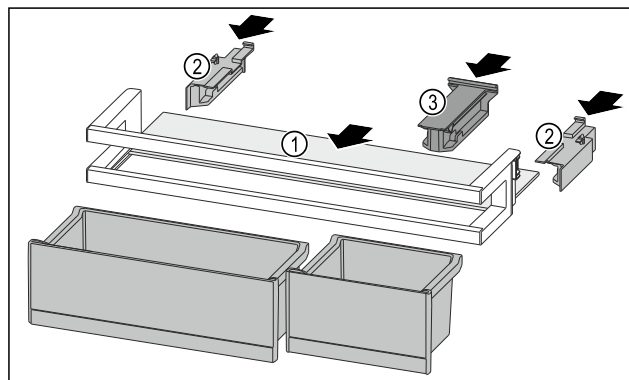

Fig. 235
- Abstellfläche Fig. 235 (1) in die seitlichen Aussparungen einschieben.
- Seitenteile Fig. 235 (2) einsetzen.
- Halteteil Fig. 235 (3) einsetzen.